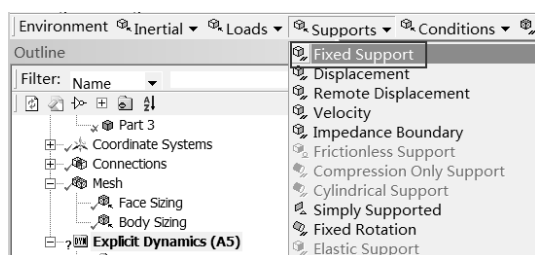

图 11-54 添加固定约束
Step2：选择 Environment 工具栏中的 Supports（约束） Fixed Support（固定约束）命令，此时在分析树中会出现 Fixed Support 选项，如图 11-54 所示。